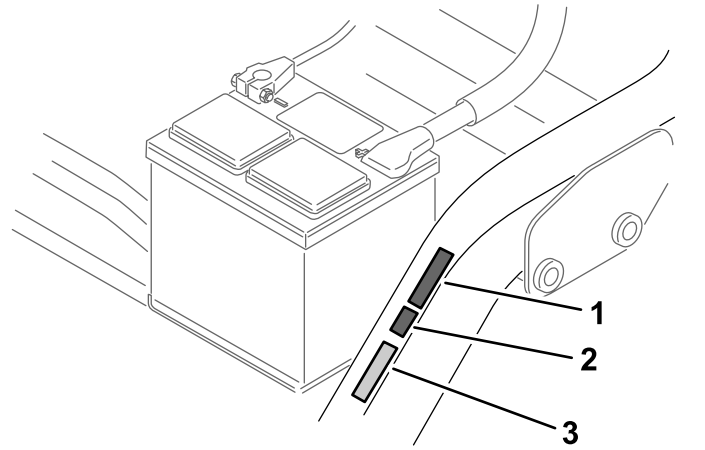

Figura 14
- Coloque la pegatina de la marca CE junto a la placa del número de serie (Figura 14).
- Coloque la pegatina del año de producción CE junto a la pegatina de la marca CE (Figura 14).